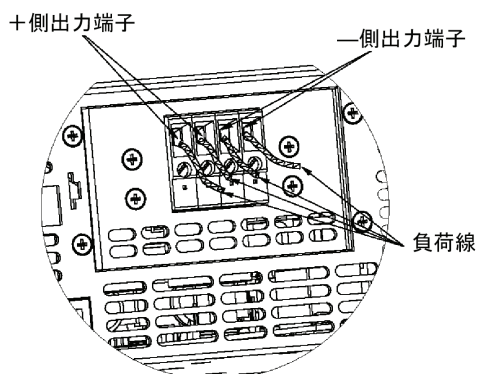

図 3-8 出力端子への負荷線の接続
- (1) 各負荷線の終端の被覆を約 10mm 剥いてください。
- (2) コネクタ端子ネジを緩めてください。
- (3) 剥離した線を端子の中に差し込み、端子ネジをしっかり締めてください。
- ◆ 詳細は、図 3-8 を参照してください。